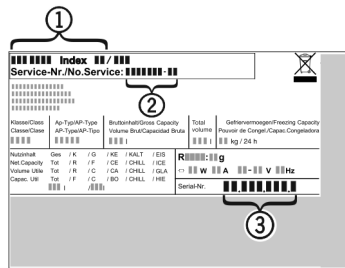

Fig. 10
- ▶ Apparaataanduiding *Fig. 10 (1)*, servicenr. *Fig. 10 (2)* en serienr. *Fig. 10 (3)* van het typeplaatje aflezen. Het typeplaatje bevindt zich aan de linkerkant binnen in het apparaat.
- ▶ Contact opnemen met de Technische Dienst en het probleem, apparaataanduiding *Fig. 10 (1)*, servicenr. *Fig. 10 (2)* en serienr. *Fig. 10 (3)* mededelen.